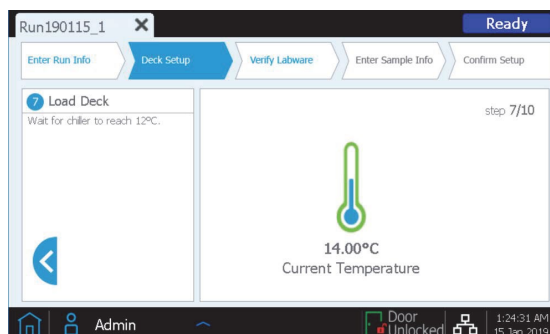

Figura 12. Paso 7 de 10 de la pantalla Deck Setup del equipo Magnis NGS Prep
- 07 Antes de proseguir con la carga del equipo Magnis, el módulo de enfriamiento del instrumento debe alcanzar la temperatura de 12°C. Si no se ha alcanzado dicha temperatura al llegar a este paso, la pantalla táctil aparecerá como se muestra en la Figura 12. Sin embargo, si el enfriador ya ha alcanzado la temperatura necesaria no aparecerá esta pantalla.